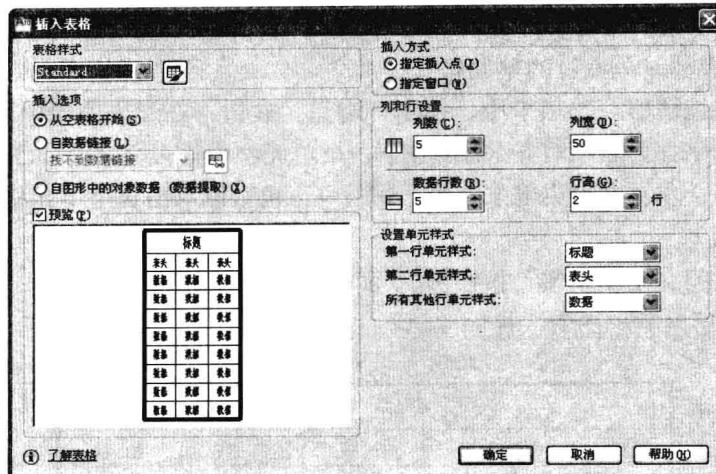

图 5-3-5
(1) 选择菜单命令“绘图 / 表格”，或者单击“常规”选项卡，并在“注释”面板中单击“表格”按钮。在“注释”选项卡的“表格”面板中也有“表格”按钮。
(2) 打开“插入表格”对话框，列表中显示的是当前使用的表格样式名称，也可以从下拉列表中选择设置的任意一种表格样式，或单击右侧“表格样式”按钮，打开“表格样式”对话框，创建一个新的表格样式。预览窗口中显示的是当前选择的产品目录表格样式的效果。
(3) 选择插入方式为“指定插入点”，即在视图中单击一点作为表格左上角的位置。如果选择“指定窗口”，可以在视图中单击并移动鼠标，拖动出表格大小和位置。
(4) 设置列数为“5”，列宽为“50”。设置数据行数为“5”，行高为“2”行，如图 5-3-5 所示。